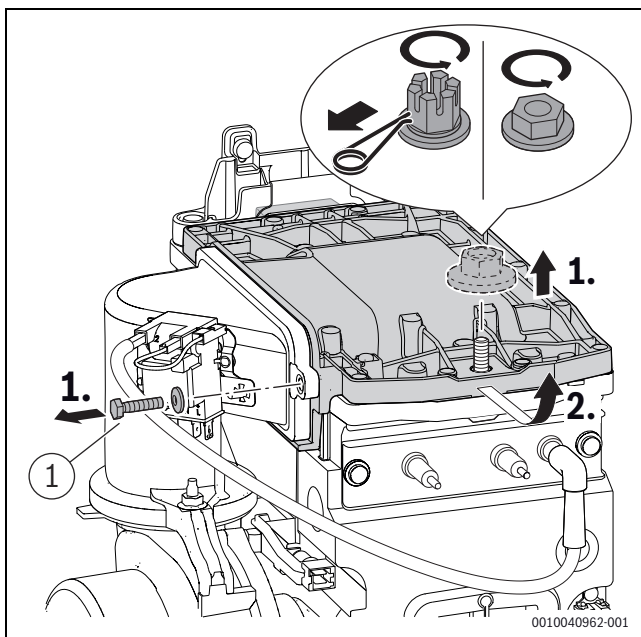

Bild 203 Brennerdeckel ausbauen
- ▶ Schraube ([1], Bild 203) am Brennerdeckel mit $5,5+0,5$ Nm festziehen.